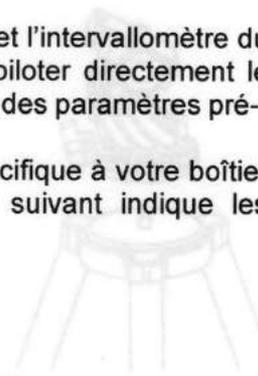

Fig 3
2. Installez la monture *Star Adventurer* sur la tête épatée (Fig. 3) de sorte que la bague est orientée vers l'avant.